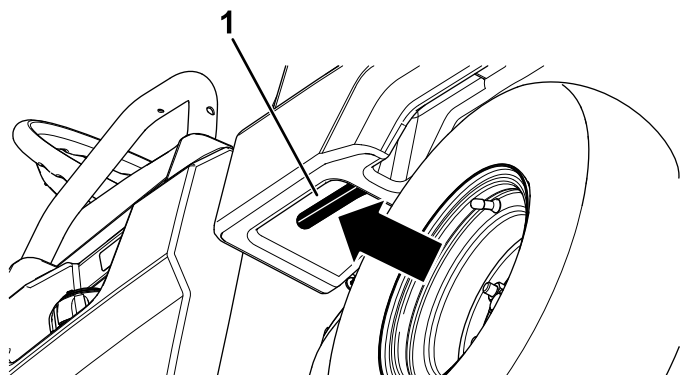

Figura 13
1. Tire hacia usted de la palanca a la izquierda, dentro de la caja de carga y eleve la caja hacia arriba (Figura 13).
1. Eleve la plataforma un poco tirando hacia arriba de la palanca de enganche (Figura 13).